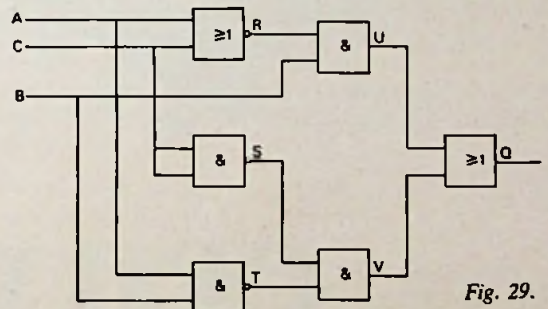

Fig. 29.
6. a) Stel van de schakeling in fig. 29 de waarheidstabel voor Q op.